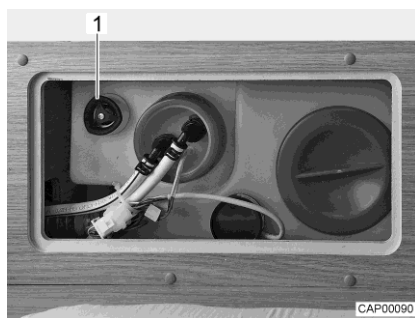

Fig. 95 Serbatoio dell'acqua con maniglia girevole
- Sul serbatoio dell'acqua, ruotare la maniglia girevole (Fig. 95,1) in senso orario fino all'arresto.
- Sul serbatoio dell'acqua, ruotare la maniglia girevole (Fig. 95,1) in senso antiorario fino all'arresto. L'acqua fuoriesce fino a ca. 20 litri.